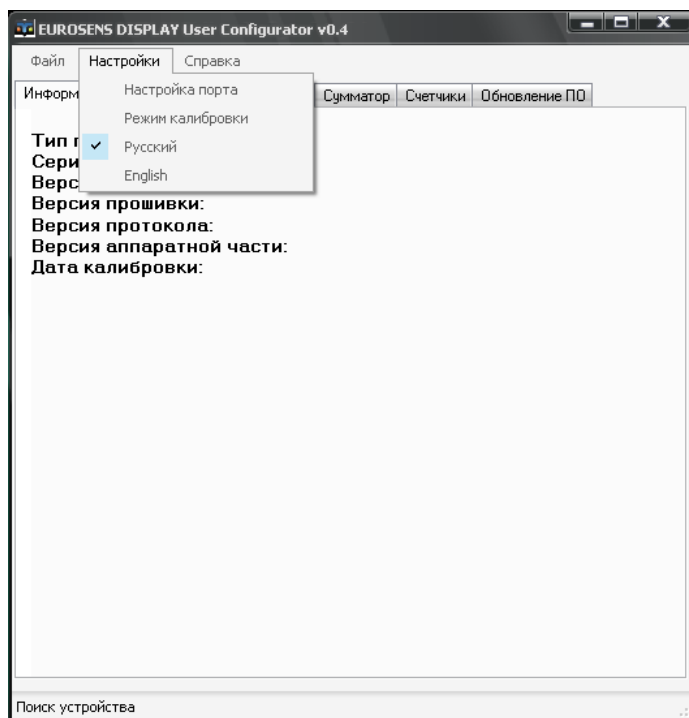

Рис.28
- 1) в окне программы на первой вкладке будет выдана информация по подключённому устройству индикации (рис.28);